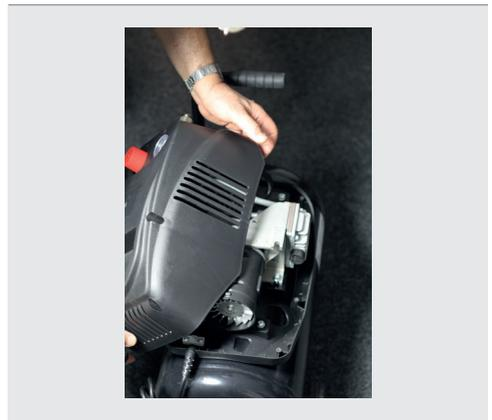

Abb. 3b: Abdeckung abheben
2. Heben Sie nun die Abdeckung der ab. (Siehe Abb. 3b)